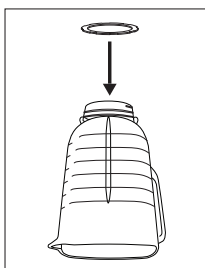

Figura 2
2. Coloque o anel de vedação encima da lâmina (Figura 2). Pressione com cuidado e encaixe o anel de vedação no sulco para travá-lo.
2. Coloque o anel de vedação sobre a abertura da jarra (Figura 2).